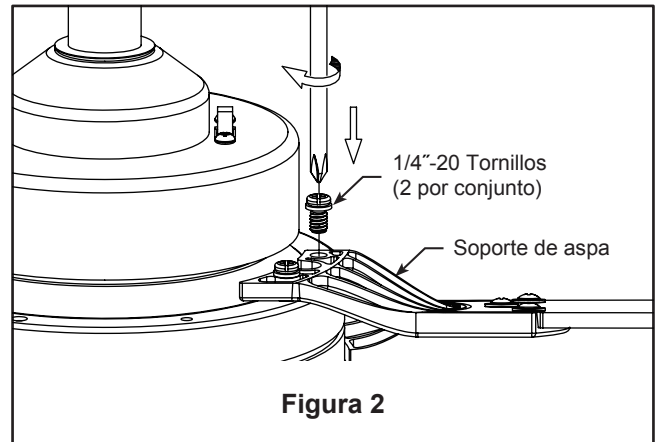

Figura 2
2. Coloque y ajuste firmemente la cubierta para el tornillo de la base sobre los tornillos de reborde de la abrazadera para colgar mediante el mecanismo de seguro por giro del chavetero. (Figura 2)
2. Fije los soportes de aspas al superior volante del motor mediante los tornillos de 1/4"-20. (Figura 2)
2. Instale el conector de 2 clavijas desde ensamble del kit de iluminación conexión a la unidad del motor. (Figura 2)
2. Restaure la fuente de alimentación de la toma de corriente enciendo la electricidad del fusible principal. (Figura 2)